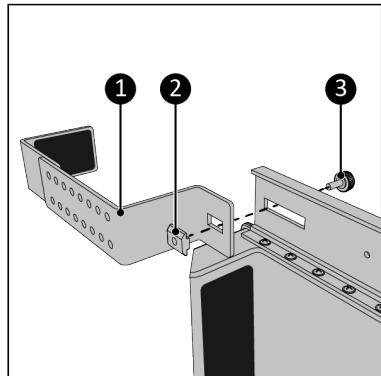

Abbildung 141.
7. Schrauben Sie die Halterung (Abbildung 141, Pos. 3) mit der Knopf-schraube (Abbildung 141, Pos. 1) an der Hauptschiene in der vorderen Position fest.. Stellen Sie sicher, dass Sie die Knopf-schraube mit der Gleitmutter verbinden (Abbildung 141, Pos. 2).